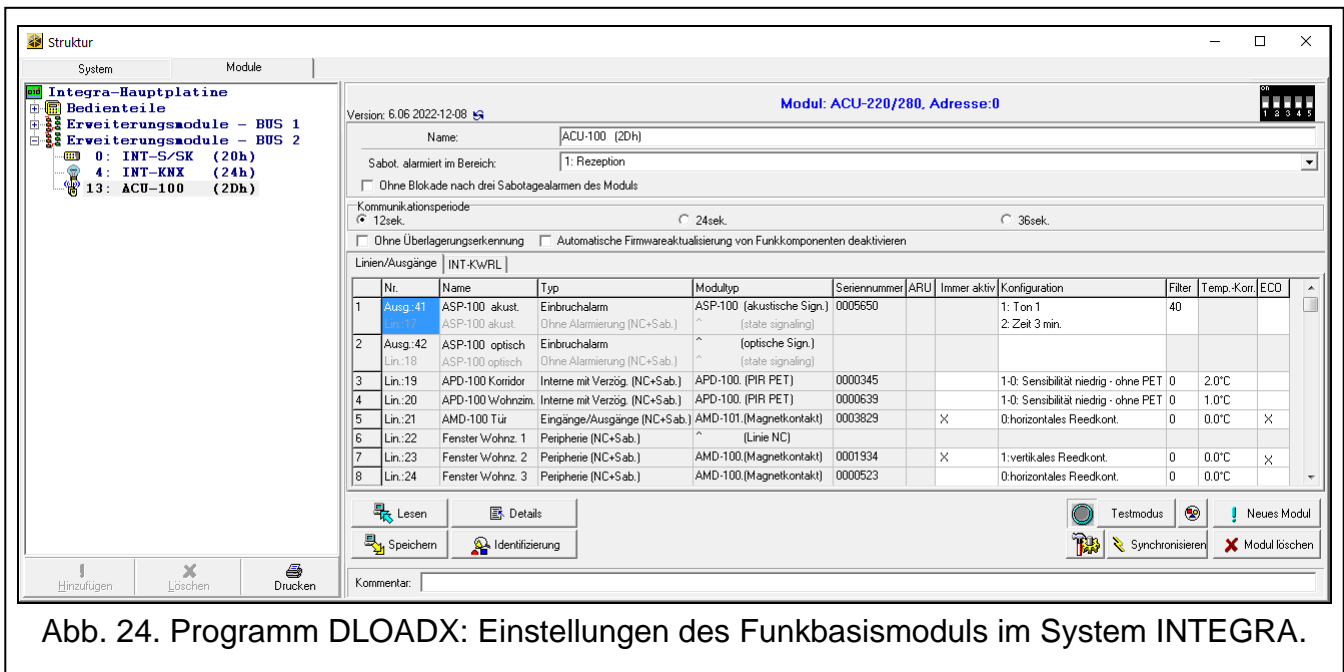

Abb. 24. Programm DLOADX: Einstellungen des Funkbasismoduls im System INTEGRA.
- Programm DLOADX: Fenster „Struktur“ → Registerkarte „Module“ → Zweig „Erweiterungsmodule“ → [Name des Funkbasismoduls] (Abb. 24).